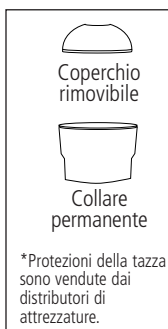
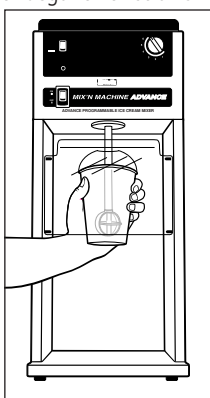

Figura 1
Figura 2
4. Porre una protezione sulla tazza (vedere Figura 1). Tenere la tazza (e coperchio) in modo sicuro in mano (**dal lato, non dal basso**) e raggiungere la protezione degli spruzzi. Spostare la tazza sotto l'agitatore e sollevarla in modo che l'agitatore tocchi il fondo della tazza. Vedere la Figura 2.